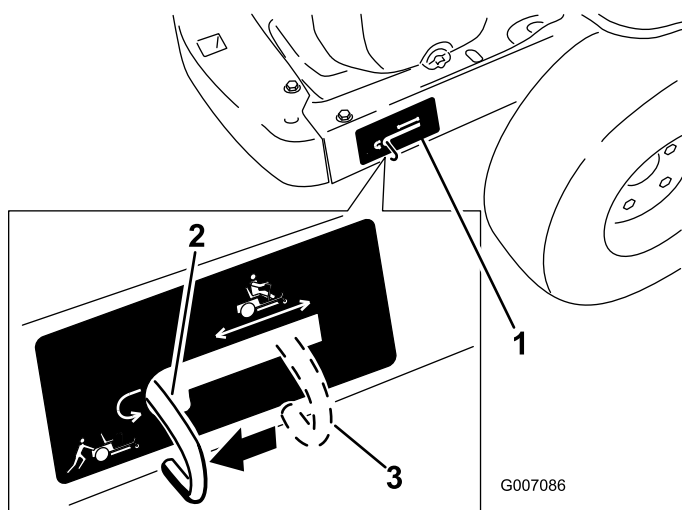

Figura 20
- Mueva las palancas de desvío hacia atrás y luego hacia abajo para bloquearlas en esa posición, según se muestra en Figura 20, para desengranar los motores de rueda. Repita en el otro lado de la máquina.
Mueva las palancas de desvío hacia arriba y empújelas hacia adelante, al **centro** de la ranura horizontal (Figura 20) para engranar los motores de rueda.